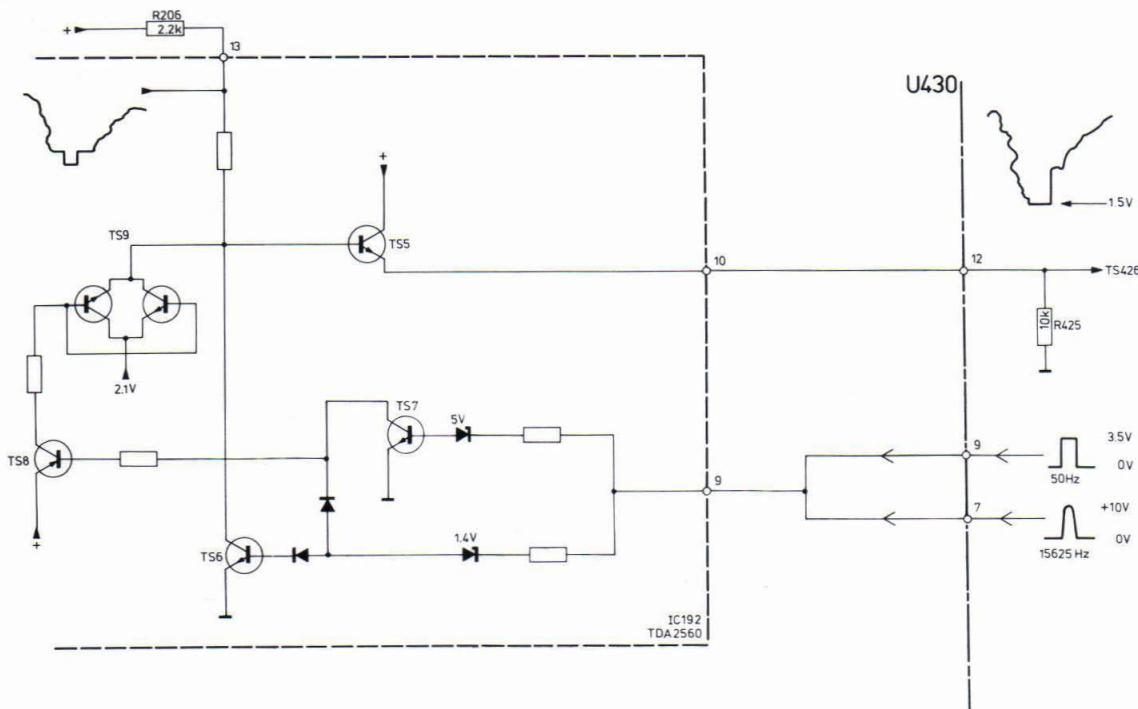

Fig. IV-4
4. De terugslagonderdrukkingen (Fig. IV-4)